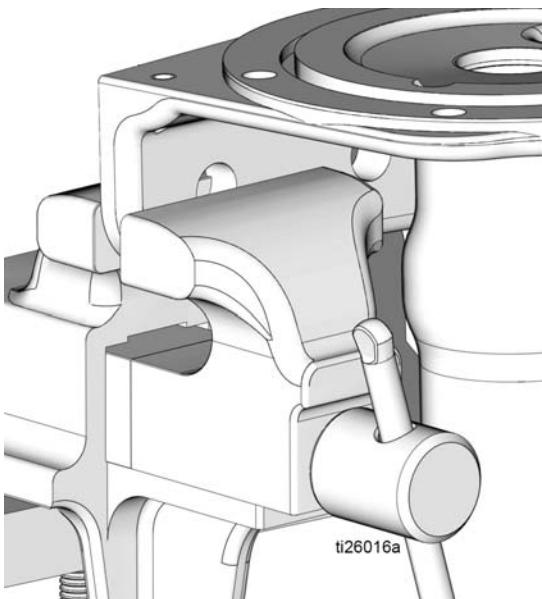

图 30
1. 使用干净的布向下擦拭泵底座 (1)，除去任何脏污或污染物。检查表面有无擦伤或损坏。若泵底座损坏，更换泵。
2. 根据需要，将泵底座 (1) 重新放置在老虎钳中，如 图 30 所示。